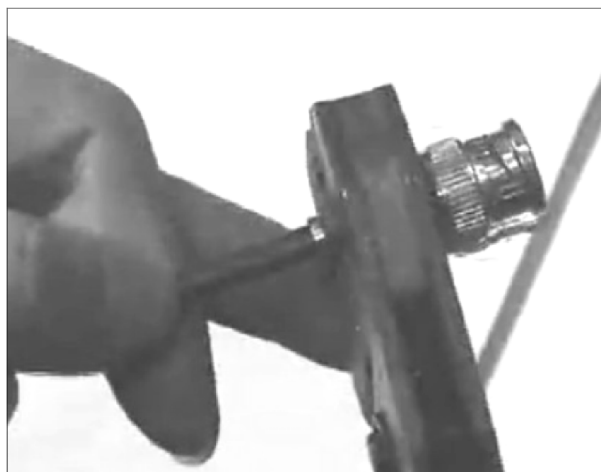

图 4-82 用压接钳压紧
7) 将事先套入同轴电缆的卡环移到同轴电缆与BNC接头的连接处,使用压接钳让卡环紧固在同轴电缆与BNC接头之间的连接处,如图4-82所示。